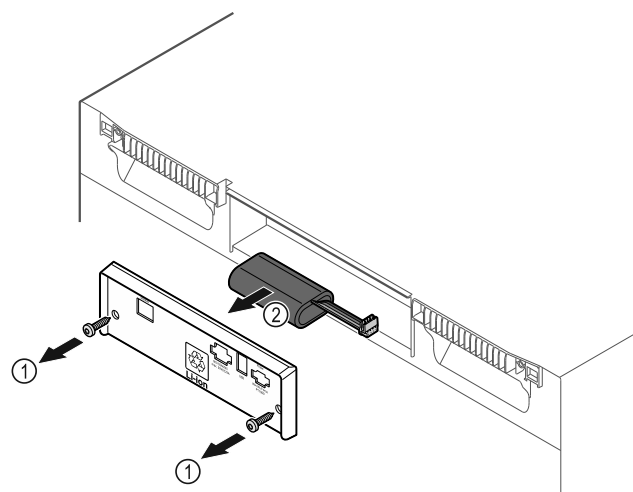

Fig. 202
- Skru skruerne ud, og fjern afdækningen på bagsiden af apparatet Fig. 202 (1).
- Tag batteriet af forbindelsen, og tag det ud Fig. 202 (2).